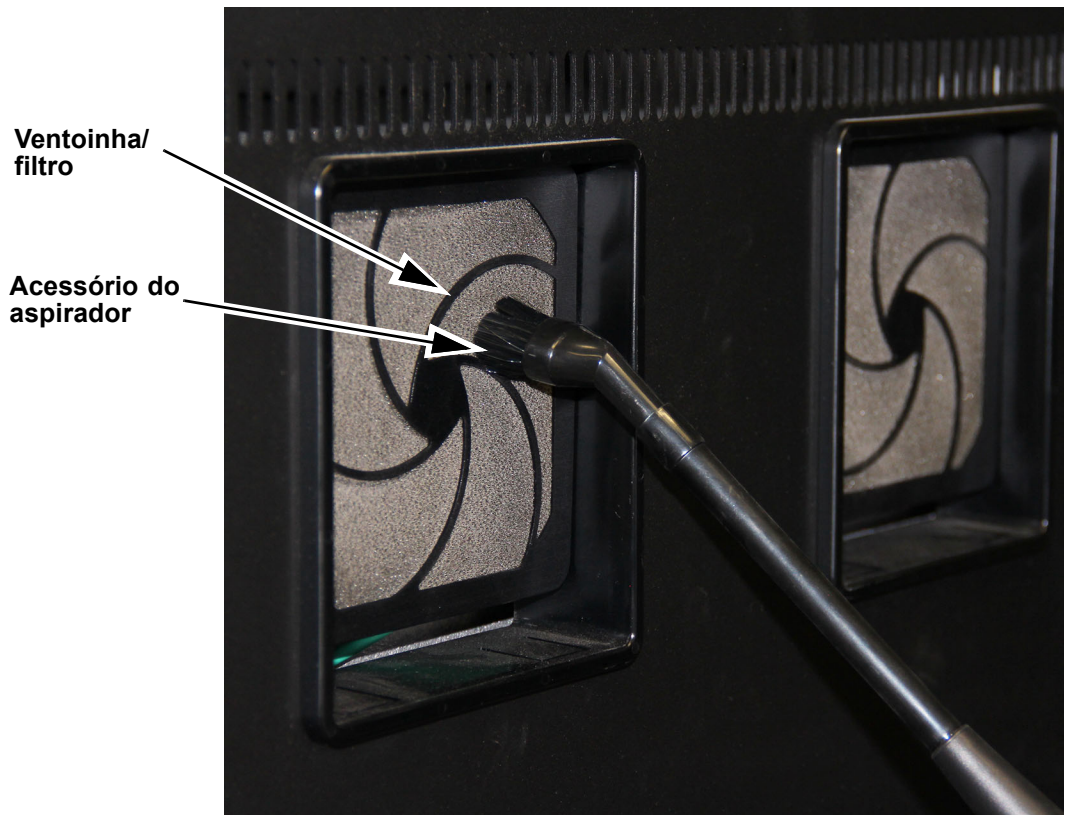

Figura 9-22. Aspirar os filtros das ventoinhas traseiras
2. Passe suavemente com a ponta em escova ou a ferramenta fendilhada sobre cada filtro. Ver Figura 9-22.